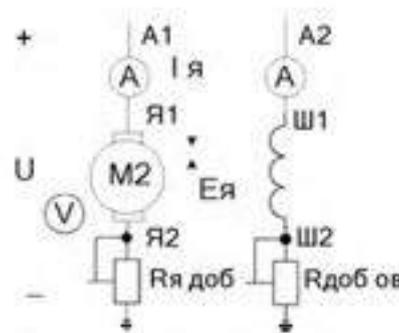

Рис.19.1. Схема ДПТ с параллельным возбуждением.
10. Соберите схему для исследования двигателя с параллельным возбуждением согласно рис. 19.1. Рассчитайте значения сопротивления $R_{доб.я}$ исходя из номинального тока якоря и кратности пускового тока $K = I_{я.пуск} / I_{я.ном} = 2$